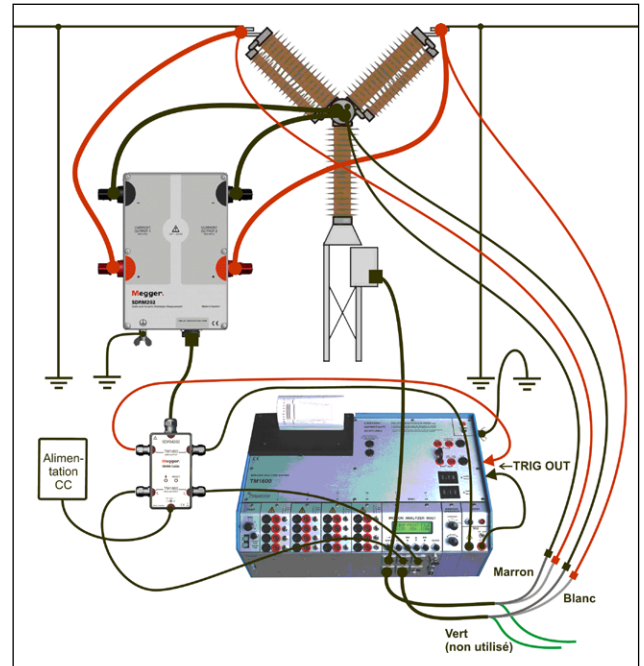

Fig. 5.2.1 Exemple de branchement. La figure montre le branchement avec SDRM202. Le SDRM201 est branché de la même manière mais avec un seul canal.
- 1]** Raccordez le SDRM201/202 au disjoncteur, voir exemple de la figure 5.2.1.